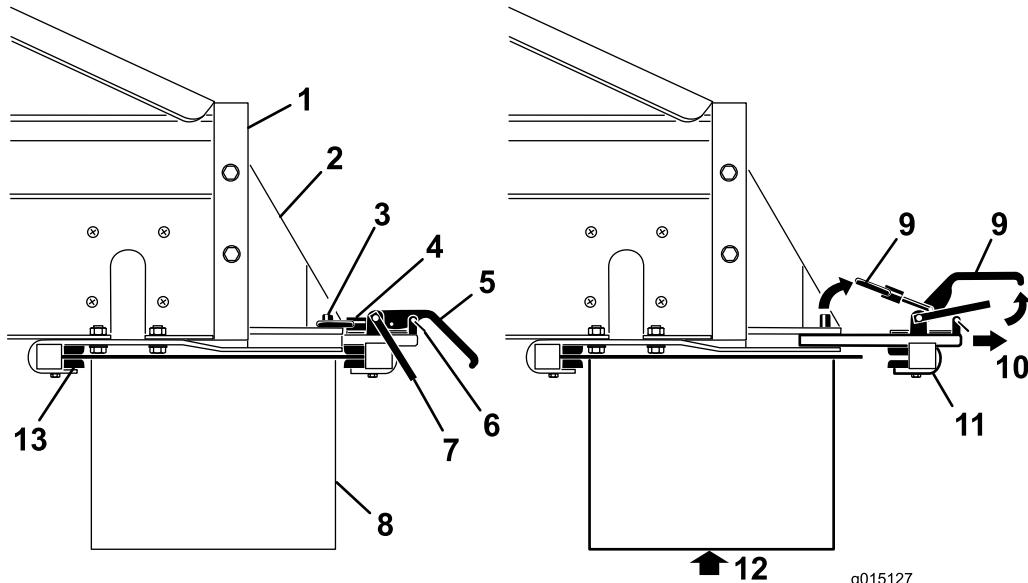

Figure 37
6. En vous faisant aider par une autre personne, insérez le bord avant du transporteur transversal/pivot vers le haut et sous l'arrière du MH-400 dans les fixations avant sur les supports (Figure 37).
7. Tout en soutenant le transporteur transversal/pivot, glissez la fixation arrière dans les fentes des supports et par-dessus le bord arrière (Figure 37).
3. Retirez les clips des verrous de sécurité sur les poignées des fixations (Figure 37).
4. Levez le verrou de sécurité, puis levez les poignées des fixations d'accessoire et dégarez les bagues de blocage des goupilles de blocage (Figure 37).
5. Sortez la fixation rapide arrière des fentes de montage (Figure 37).
9. Reposez les clips des verrous de sécurité sur les poignées des fixations (Figure 37).